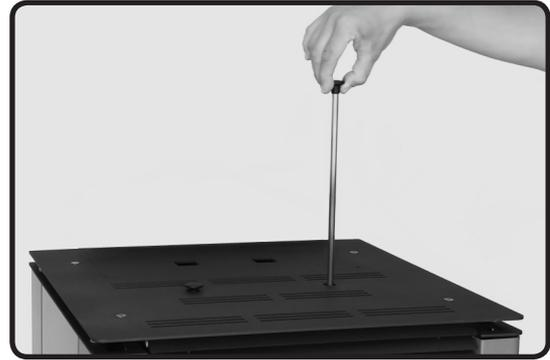

Abb. 14e: Reinigung der Wärmetauscher
5. Auf der Geräteoberseite befinden sich zwei Kunststoffgriffe. Das sind die sogenannten Reinigungsschaber (Abb. 14e). Betätigen Sie die Schaber ca. 2 – 3 Mal täglich hoch, um auch langfristig eine gleich bleibende Wärmeleistung sicherzustellen.